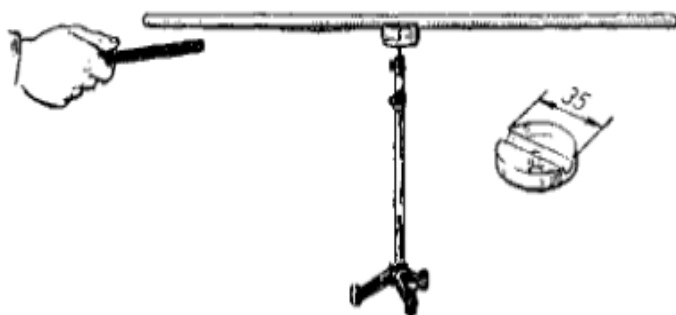

Рис. 72
1. Явление электризации необходимо продемонстрировать с различными телами. Наэлектризованную эбонитовую палочку или палочку из органического стекла поднесите к деревянной рейке (рис. 72). Рейку поместите в углубление самодельной легко вращающейся насадки, установленной на острие в изолирующем штативе. Устройство и размеры насадки показаны на этом же рисунке отдельно.